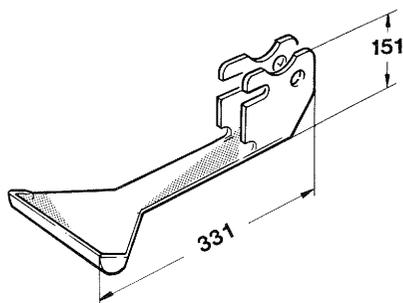

Fig. 17
- a) Levier de freinage (fig. 17) concernant toutes les combinaisons à l'exception de celles réalisées avec les herse alternatives/FlexiAlternatives RE/REV 30.